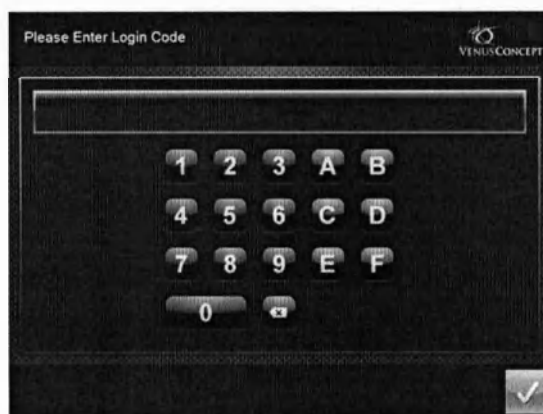

Рис. 23. Экран входа
- Появится экран входа Login screen, как показано на Рис. 23.